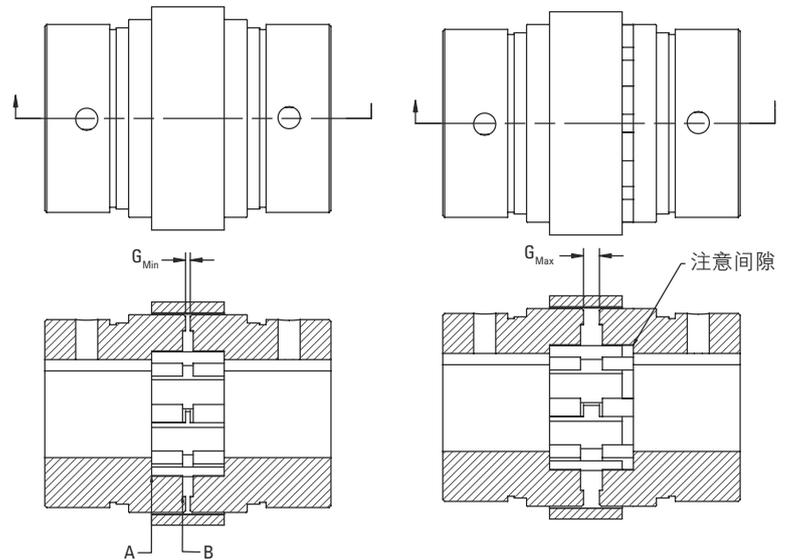

图 2. 正确的轴与轮毂安装
4. 安装第一个轮毂。安装之后，轴端应该与“A”表面平齐，如图 2 所示。轴伸过“A”亦可接受，但不得超过轮毂齿，如图所示“B”。
为了实现最大扭矩，轴必须穿入齿根底面 (即图 2 “A” 面)，轮毂间隙必须设为  $G_{min}$ 。